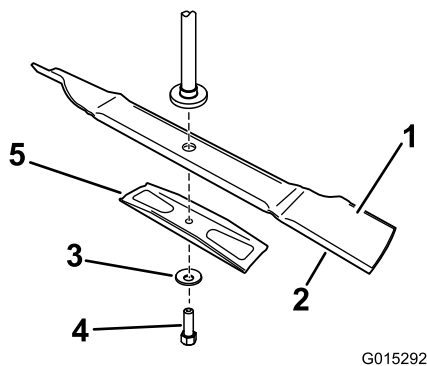

Figura 46
Sujete el extremo de la cuchilla usando un trapo o un guante grueso. Retire del eje el perno de la cuchilla, la arandela curva, el refuerzo de la cuchilla y la cuchilla (Figura 46).
1. Instale la cuchilla en el eje (Figura 46).
2. Instale el refuerzo de la cuchilla, la arandela curva (con la copa hacia la cuchilla) y el perno de la cuchilla (girándolo en sentido horario) (Figura 46).